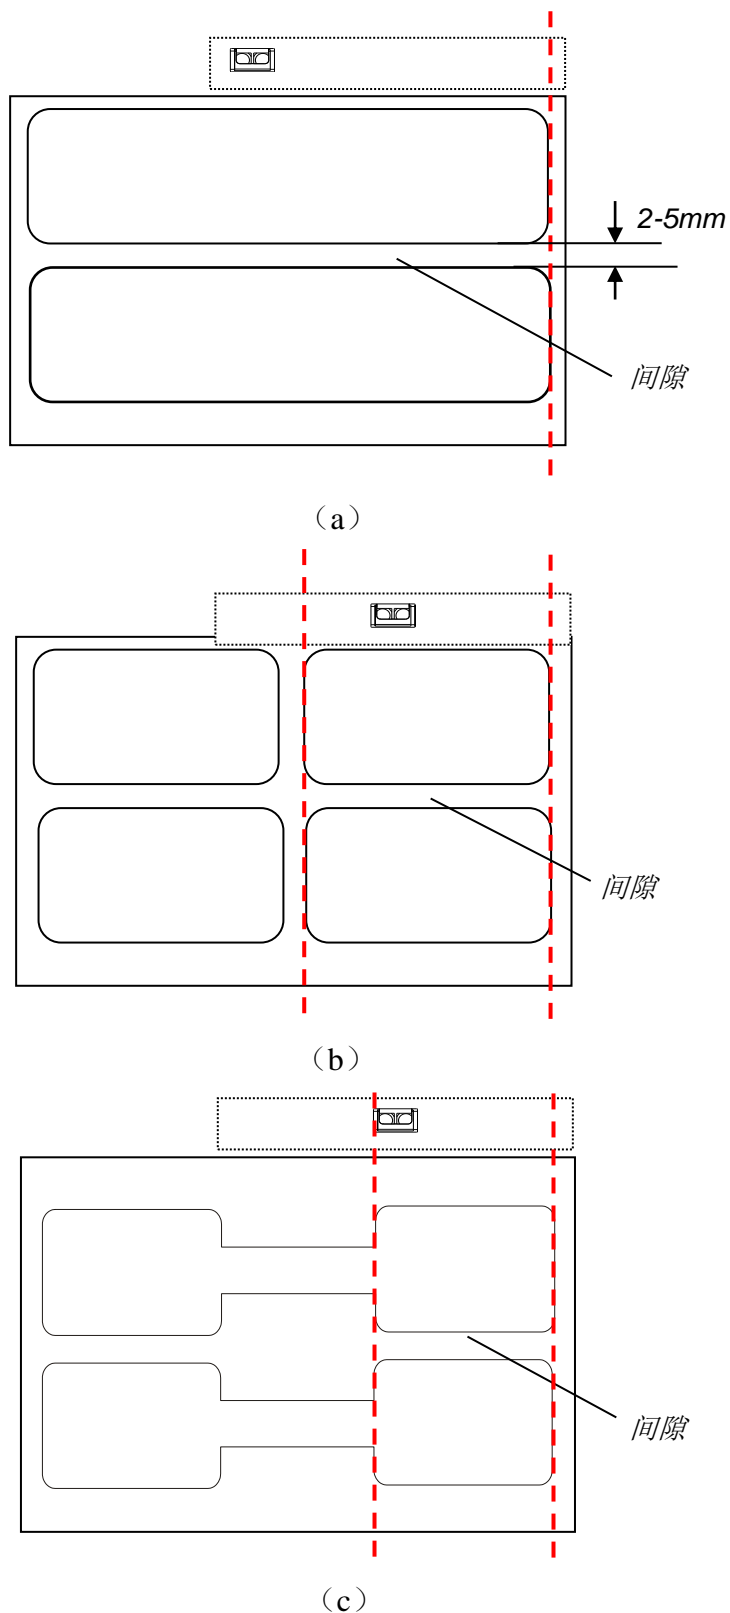

图 2-20
- 根据不同标签纸确定纸张探测器的位置，如图 2-20 (a) (b) (c) 所示，移动纸张探测器至红色虚线范围内的任意位置即可。